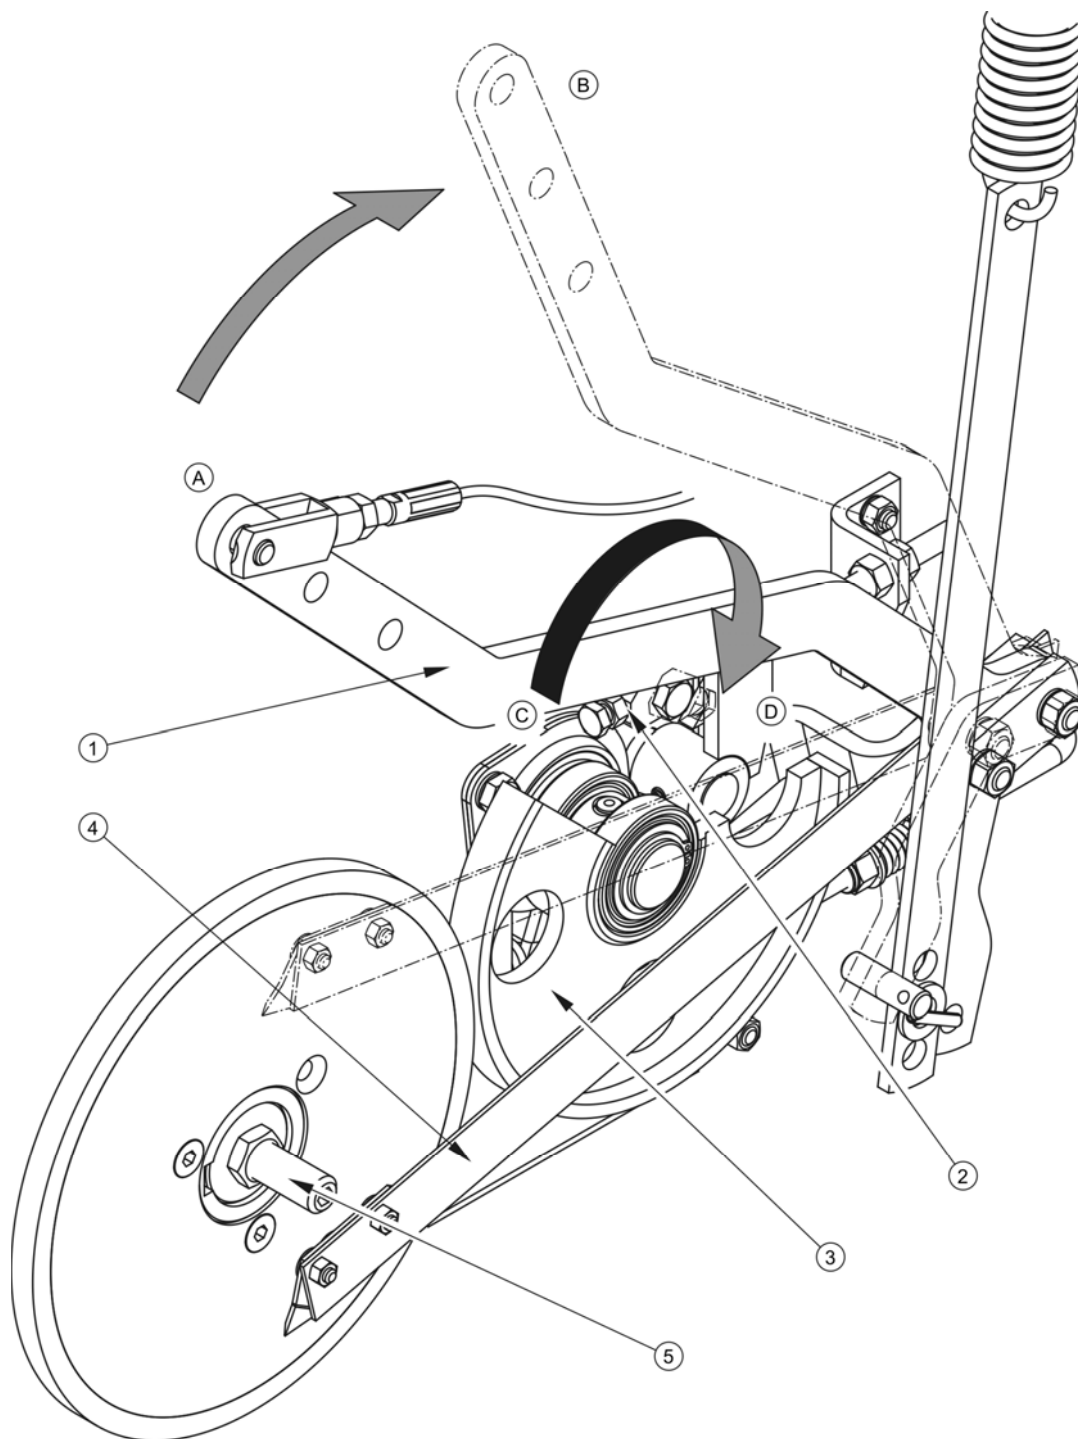
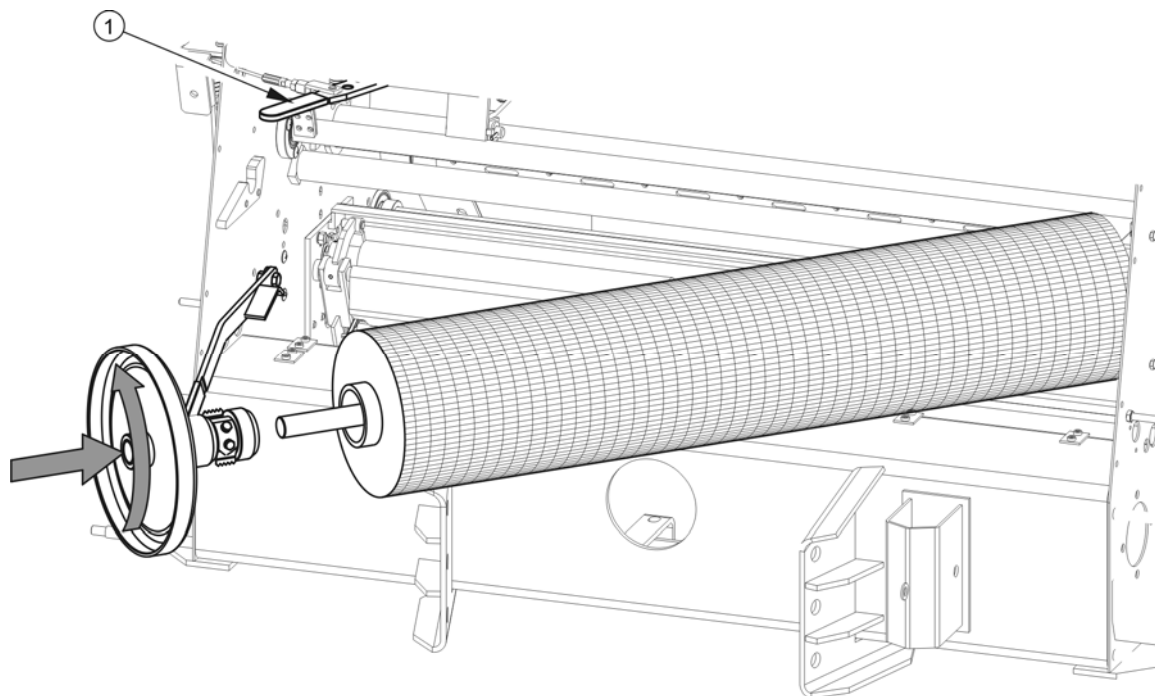

РИСУНОК 4.10 Подготовка пресс-подборщика к обмотке сеткой
РИСУНОК 4.12 Монтаж сетки этап 2
- ➔ Установить тормозной диск - всунуть и вращать против часовой стрелки рисунок 4.12 .
Во время заправки сетки вращение бобины может быть затруднено по причине сильного нажима тормоза на тормозной диск. С целью уменьшения силы сопротивления необходимо на время заправки сетки оттянуть вправо главное плечо, что вызовет уменьшение силы торможения рисунок 4.10, или передвинуть пусковой рычаг 1 рисунок 4.12.
После завершения монтажа и заправки сетки необходимо перевести ограничитель 2 рисунок 4.10 в положение , упругое плечо опустить ниже болта, регулирующего количество витков 5 . Закрыть крышку и вынуть ключ. Отсоединить пусковой трос системы обмотки шнурком и подсоединить в пусковому рычагу пусковой трос системы обмотки сеткой.